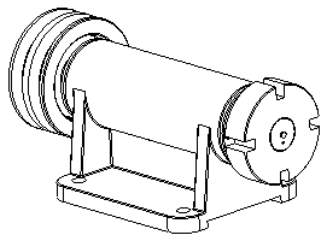

图 3.9.24 轴测图
Step1. 在绘图区的空白处右击，从系统弹出的快捷菜单中选择 普通视图(P) 命令。
Step3. 此时系统弹出“绘图视图”对话框，选取“V1”方向定位，将视图比例设置为 0.35，视图显示模式设置为 消隐，最后关闭对话框，结果如图 3.9.24 所示。